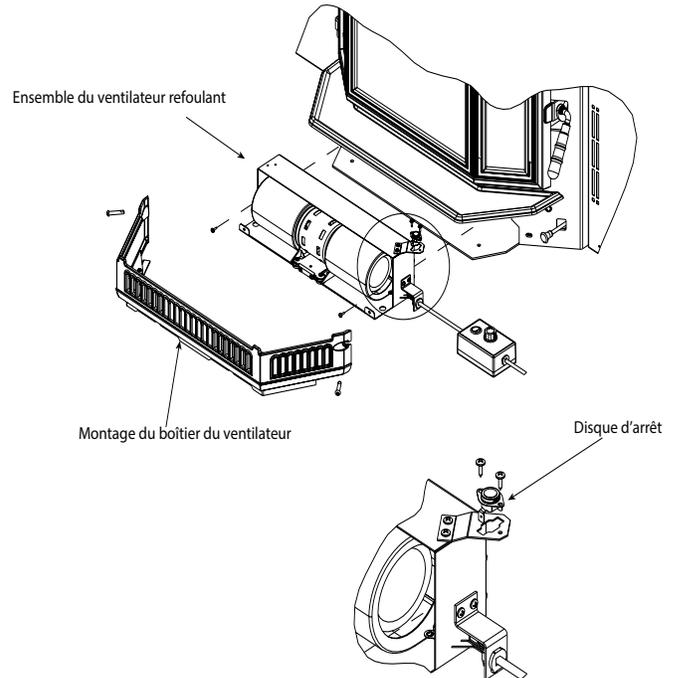

Figure 26.2
1. L'ensemble de support du disque d'arrêt est situé au-dessus du boîtier du ventilateur, vers le côté (**Figure 26.2**).